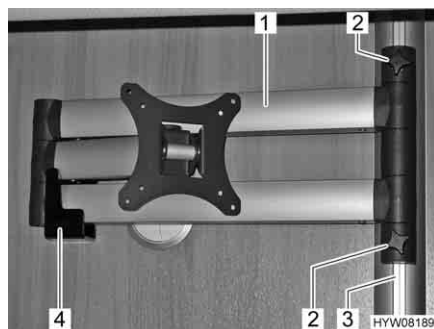

Fig. 61 Schermo piatto sul braccio snodato
- Svitare le viti a testa cilindrica zigrinata (Fig. 61,2).
- Spingere verso l'alto il braccio snodato (Fig. 61,1) nella guida (Fig. 61,3), finché esso non viene più sostenuto dal supporto (Fig. 61,4).
- Stringere di nuovo le viti a testa cilindrica zigrinata (Fig. 61,2).